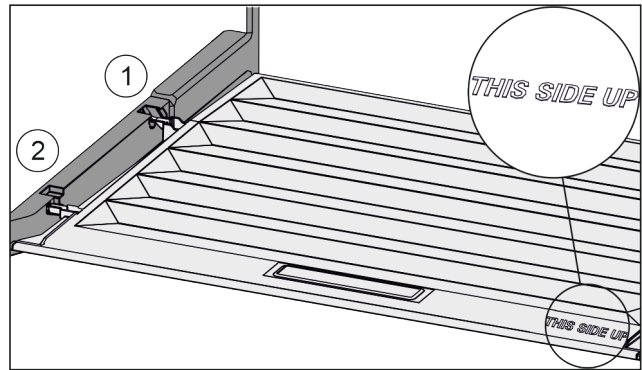

Fig. 118
- ▶ Вставити поперечні ребра через отвір заднього тримача Fig. 118 (1) і зафіксувати спереду у тримачі Fig. 118 (2).